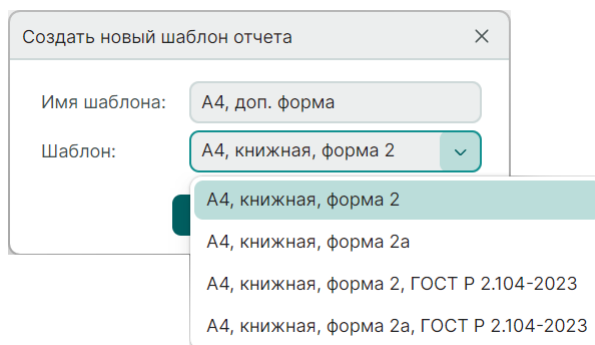

Рис. 87 Выбор шаблона
4. С помощью выпадающего списка в поле «Шаблон» выберите шаблон, который будет взят за основу при создании нового шаблона отчета, Рис. 87.